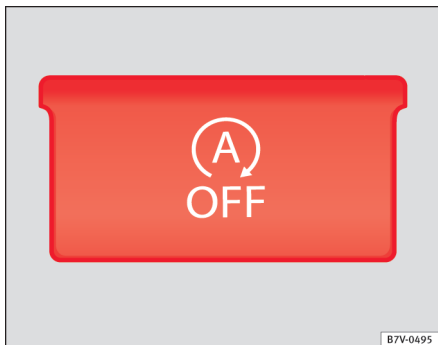

Abb. 139 Ansicht der Mittelkonsole: Taste für den Start-Stopp-Betrieb.
- Taste  in der Mittelkonsole drücken ⇒ **Abb. 139**.